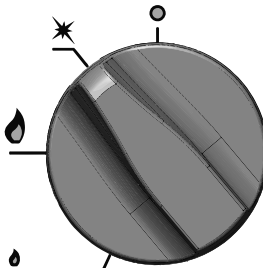

Bild 11. Die Einstellung des Drehknopfes bei der nur der Pilotbrenner durch das Gas versorgt wird.
- Den eingedrückt Drehknopf in die Lage „Pilotbrenner“ wie auf dem Bild 11 (gegen den Uhrzeigersinn) umdrehen
- Wenn der Brenner momentan nicht benutzt wird, sollte der ihn steuernde Drehknopf in die Position „Pilotbrenner“ gedreht werden (Bild 11).